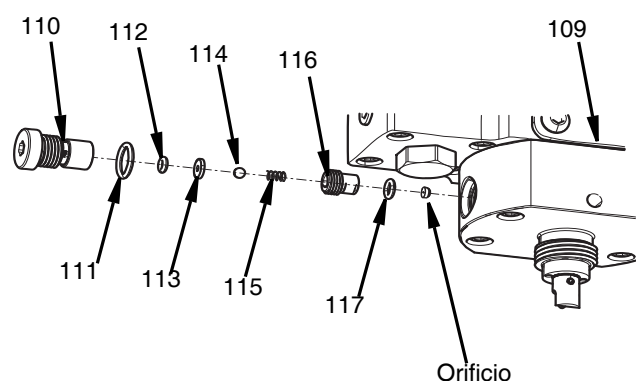

FIG. 30
2. Retire el cuerpo de la válvula de retención (110) con una llave Allen de 5 mm.
3. Retire el orificio y la junta tórica (117) de la parte inferior de la válvula de retención y del orificio de la boquilla (109).
4. Desatornille el retén de la válvula de retención (107) del cuerpo de la válvula de retención (110) con una llave de 6 mm (1/4 pulg.) y una llave Allen de 5 mm.
5. Retire la bola de retención (114), el resorte de compensación (115), el asiento de la válvula (113) y el empaque de la junta tórica (112) del cuerpo de la válvula de retención (110). Ver FIG. 30.